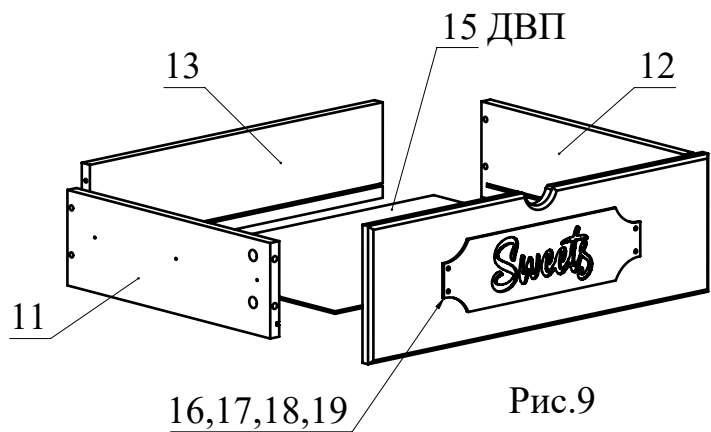

Рис.9
8. Соберите ящики. Для этого соедините детали 11 и 12 с деталью 13 при помощи конфирматов. Вставьте дно ящика 15 из ДВП в пазы деталей 11, 12, 13. Соедините фасады ящиков 16, 17, 18, 19 с полученными конструкциями и затяните головки минификсов (Рис. 9).